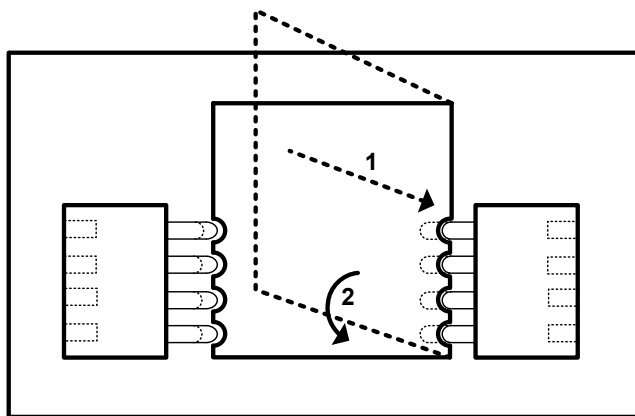

图 2-5 邮票孔模块安装示意图
- 2) 把模块左边下压，待模块左边的半孔和左夹具的弹簧探针对齐后，松开手指，使模块左边卡入左夹具。若模块未居中，则可以按住模块，并左右稍微晃动，使模块居中，从而完成模块的安装过程，如图 2-5 所示。